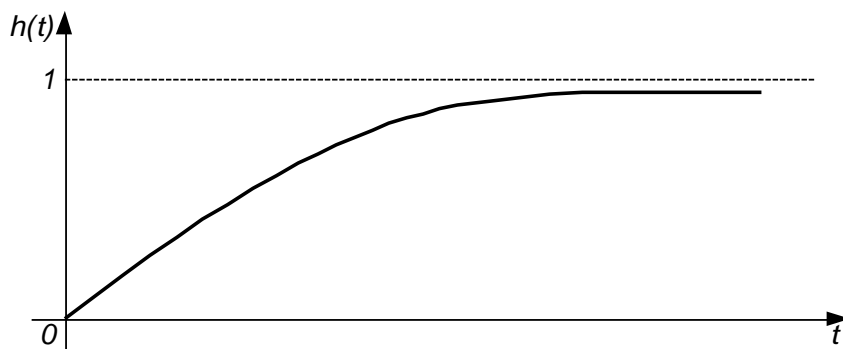

Рис. 4. График переходной функции элемента
Подставляя параметры  $r$  и  $c$  четырехполюсника (рис. 4) в уравнение (13) получаем искомое дифференциальное уравнение элемента
График переходной функции элемента приведен на рис. 4.